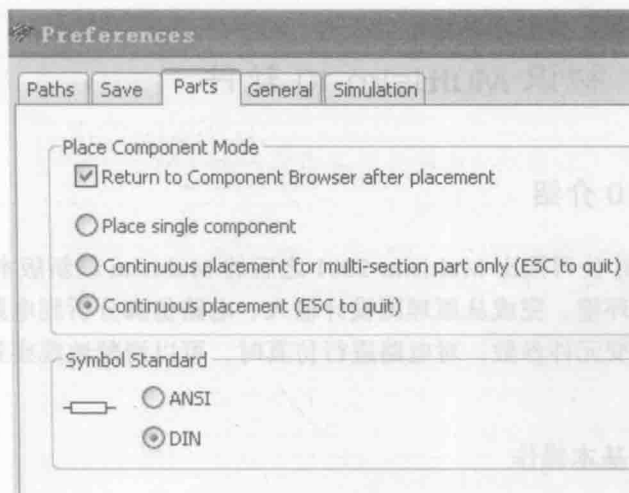

图 1.2 界面基本设置
① 单击主菜单中的“选项”命令,点击第一项“Global Preferences”,打开设置对话框如图 1.2 所示,默认打开的“parts”选项下有两栏内容:“放置元件方式”栏,建议选中“连续放置元件”;“符号标准”栏,建议选中“DIN”,即选取元件符号为欧洲标准模式。以上两项设置完成后按“确定”按钮退出。